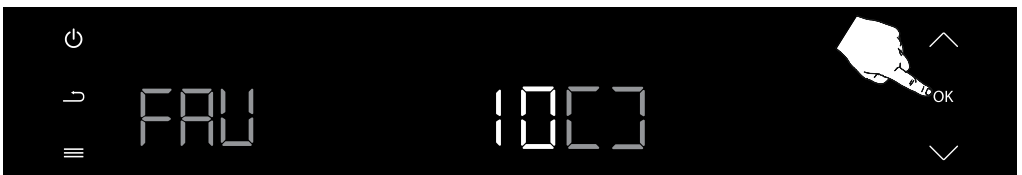

Abbildung 78
Nach der Auswahl der Favoritenummer wird durch einen langen Druck auf die Bestätigungstaste (OK) der Garvorgang zu den Favoriten hinzugefügt. (siehe Abbildung 78)